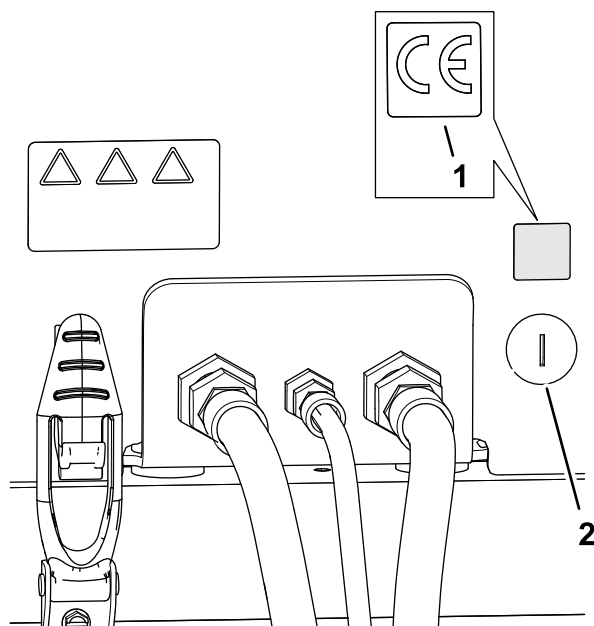

Рисунок 37
1. Очистите поверхность капота рядом с защелкой капота протирочным спиртом и чистой ветошью и дайте капоту высохнуть (Рисунок 37).